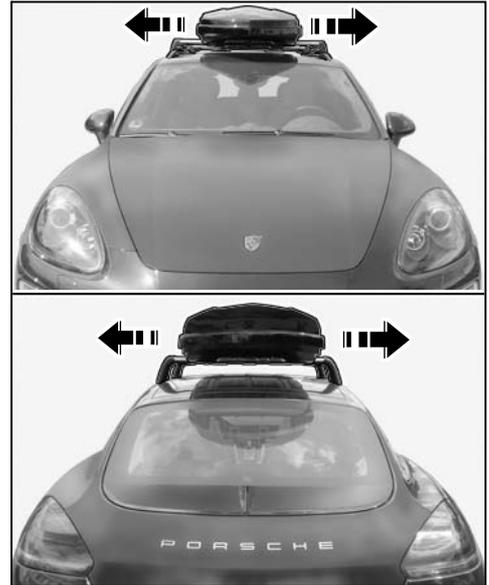

Bild 5
- 4.8.1 Seitlich, zur Fahrzeug-Längsachse (⇒ Bild 5):